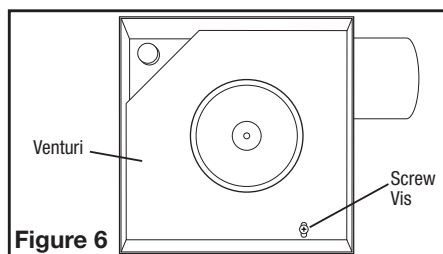

Figure 6
1. Remove the screw holding the venturi in place. Lift the venturi up and at an angle to slide it out of the housing (Figure 6). Remove the wire compartment cover screw and place the cover in a secure place (Figure 7).
1. Enlever le vis retenant en place l'ensemble venturi du ventilateur et soulever pour sortir l'assemblage hors du châssis (Figure 6). Enlever la vis du couvercle du compartiment à câblage et mettre ce couvercle dans un endroit fiable (Figure 7).